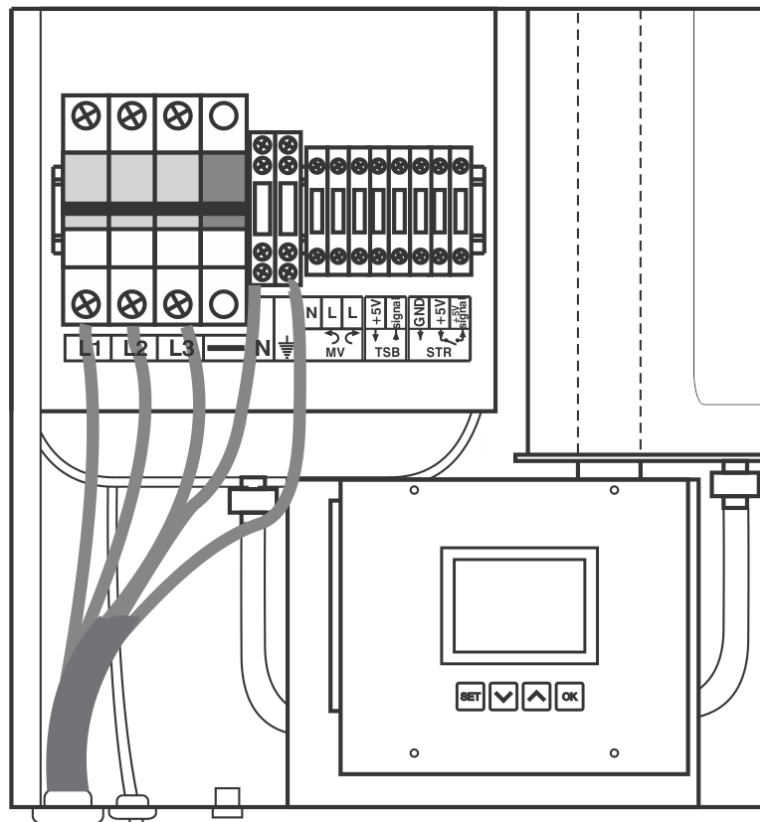

Figure 7: Schéma débranchement du câble d'alimentation
- Le branchement s'effectue selon le schéma de montage de la figure 7.